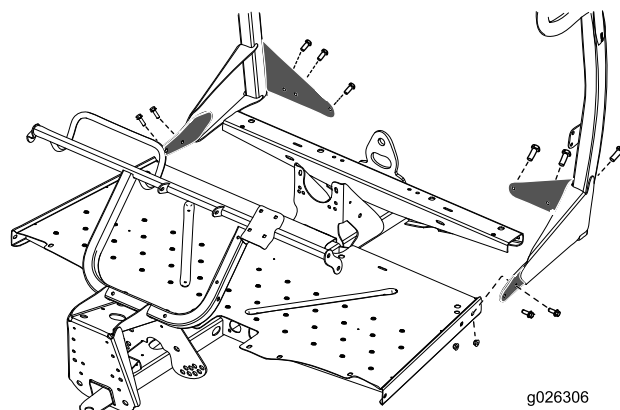

Рисунок 6
1. Установите систему защиты оператора при опрокидывании на машине, как показано на Рисунок 6, совмещая монтажные отверстия, расположенные по бокам и сзади.
3. Закрепите систему защиты оператора при опрокидывании машины к боковым сторонам панели пола с помощью оставшихся 4 болтов (3/8 дюйма) и 4 гаек (3/8 дюйма) (Рисунок 6).